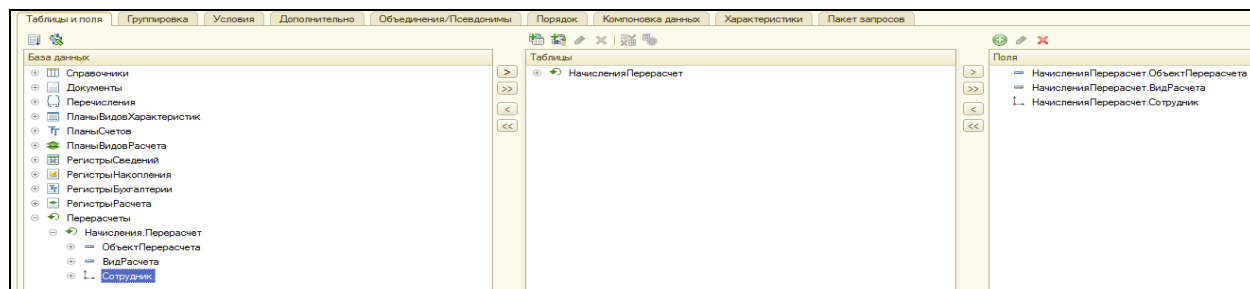

Рисунок 8.11 Поля и таблицы запроса
3. В списке База данных раскрыть ветвь **Перерасчет**. Выбрать из нее поля (рис.8.11). нажать ОК.